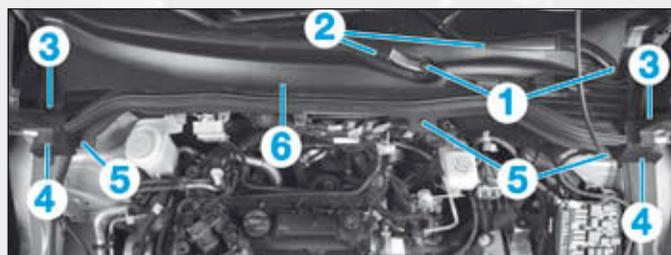

FIG.49
- les capuchons (1) des écrous de bras d'essuie-glace
- (2) à l'aide d'un petit tournevis plat (Fig.49),
- les écrous des bras d'essuie-glace (2).